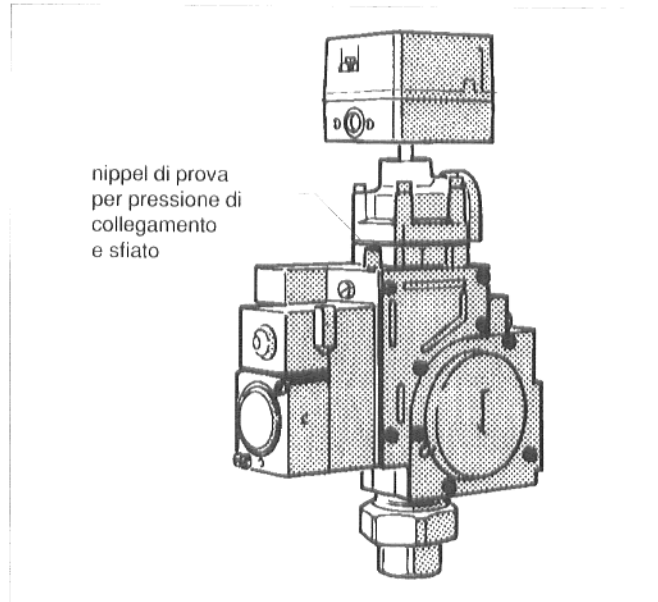

Fig. 3: Apparatura gas "Honeywell" VR 4905
- Sfiatare l'aria dalla tubazione di adduzione del gas allentando un poco la vite di tenuta del nippel di prova per la pressione di collegamento e per lo sfogo d'aria applicato agli annessi del bruciatore a gas (Fig. 3 e 4). Sfiatare finché non esce più aria e riavvitare quindi il nippel di prova.